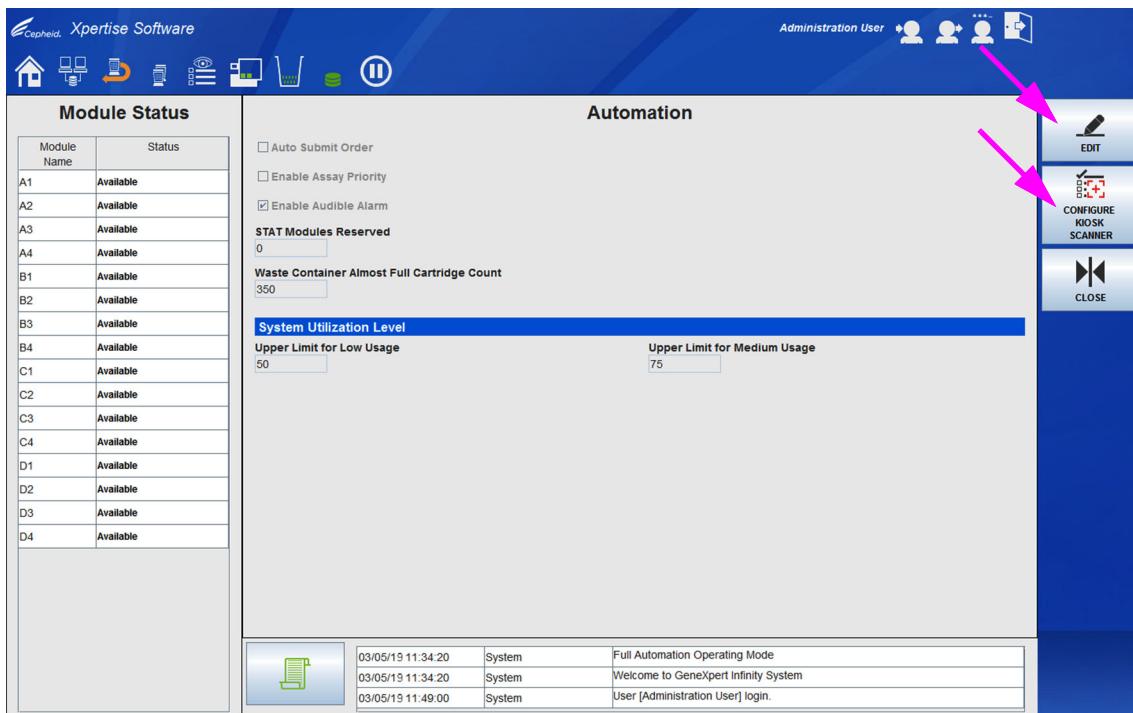
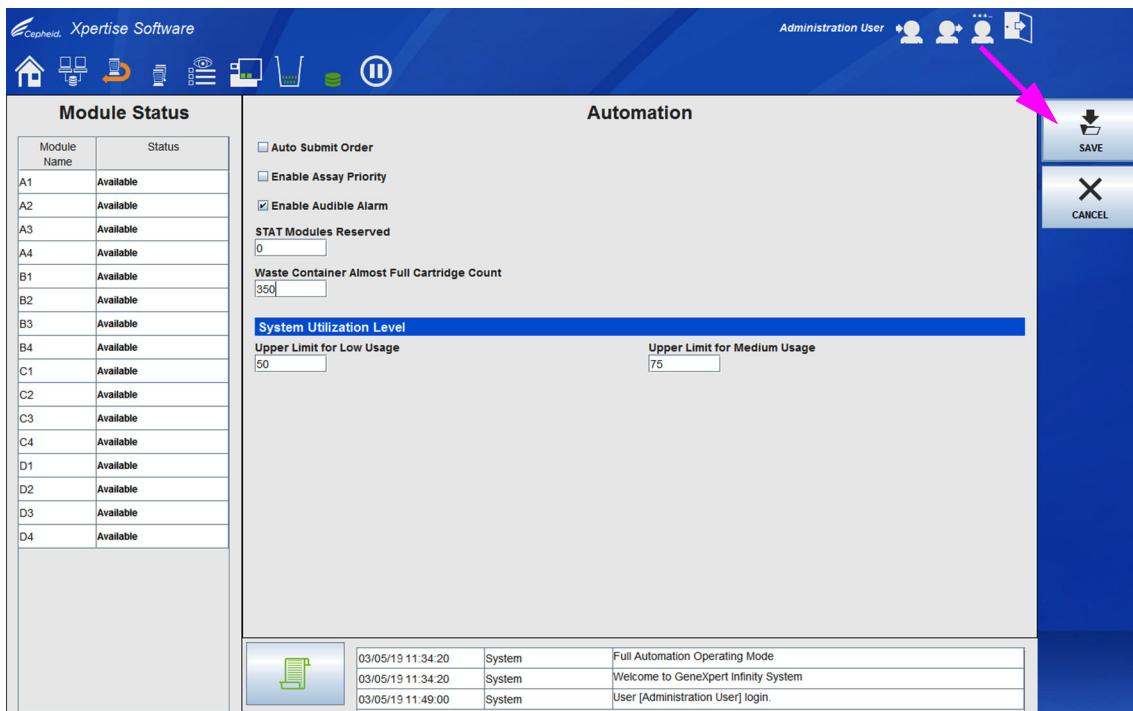

Figura 2-42. Área de trabalho Automation (Automatização)
Figura 2-43. Área de trabalho Automation (Automatização) ativada
Automation Configuration (Configuração da automatização) é apresentada. Ver Figura 2-42.
- Se precisar de atualizar o leitor do quiosque para ler uma simbologia de código de barras em particular, selecione o botão **CONFIGURE KIOSK SCANNER (CONFIGURAR LEITOR DO QUIOSQUE)** (ver Figura 2-42). Isto vai ligar o leitor do quiosque e permitir-lhe ler um código de barras de configuração para atualizar a definição do leitor do quiosque e atualizá-lo em relação à nova simbologia de código de barras.
- Para editar as definições de automatização, selecione o botão **EDIT (EDITAR)** para ativar a área de trabalho Automation Configuration (Configuração da automatização) para edição (ver Figura 2-42). A área de trabalho Automation Configuration (Configuração da automatização) está agora ativada e pode ser editada como mostrado na Figura 2-43.
6. Depois de preencher todos os itens na área de trabalho Automation (Automatização), seleccione o botão **SAVE (GUARDAR)** para guardar as alterações (ver Figura 2-43) ou seleccione o botão **CANCEL (CANCELAR)** para cancelar as alterações. Se optar por cancelar as alterações, vai aparecer uma área de trabalho de confirmação a perguntar-lhe se quer guardar as alterações ou ignorar as alterações.
7. Selecione o botão **CLOSE (FECHAR)** para fechar a área de trabalho Automation (Automatização). Ver Figura 2-42.
5. Selecione o botão **FECHAR (CLOSE)** para fechar a área de trabalho Cartridge Retention (Retenção de cartuchos). Ver Figura 2-42.